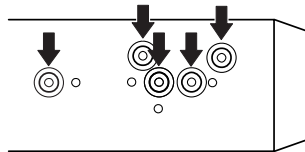
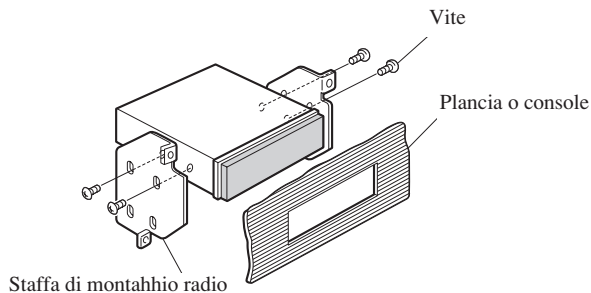

Fig. 8
Fig. 9
2. Assicurare l'unità alla staffa di montaggio radio. (Fig. 8) (Fig. 9)